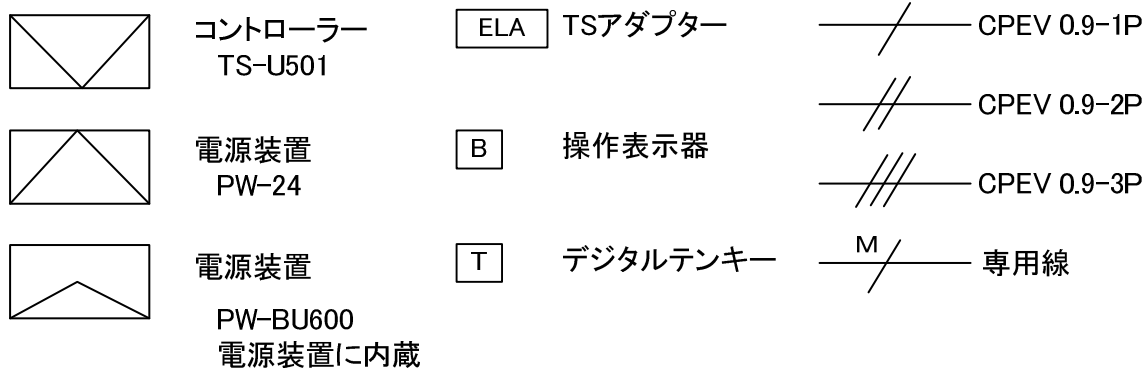

図4 系統図
(1) 図4にTS-U501に使用する場合の本装置と周辺機器の系統図を示します。